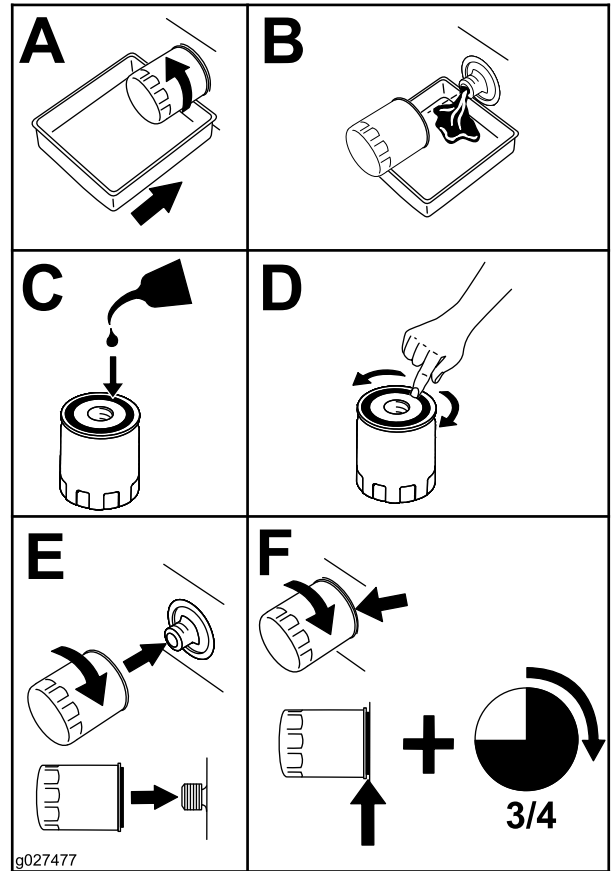

Figure 34
4. Remplacez le filtre à huile (Figure 34).